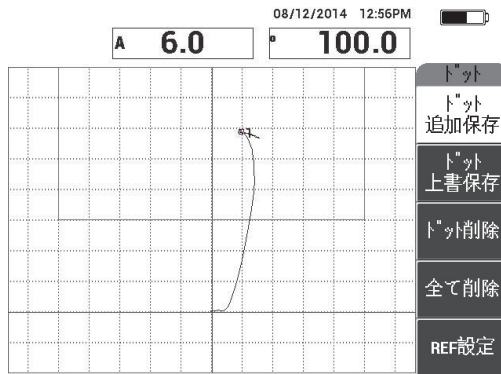

図 6-48 記録された最初のドット
6. **ドット追加保存** (A キー) を押して、最初のドットを記録します (168 ページの図 6-48 参照)。